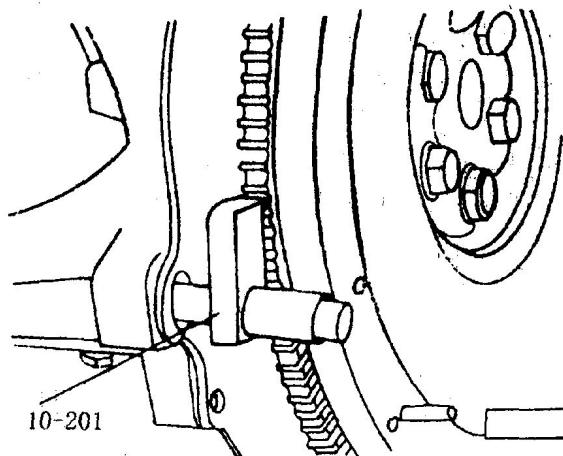

图 1-15 用专用工具固定飞轮
- 2) 用专用工具 10—201，将飞轮固定（如图 1-15 所示），然后逐渐将离合器压盘的固定螺栓对角拧松，取下离合器盖及压盘总成，并取下离合器从动盘。